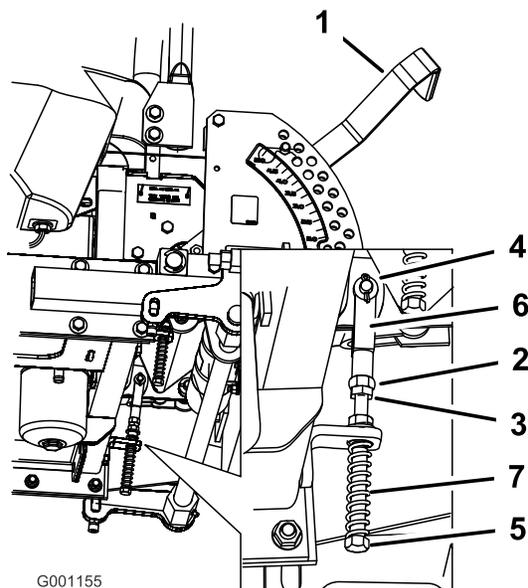

Figura 67
8. Si es necesario un ajuste, afloje la tuerca y la contratuerca contra la horquilla (Figura 67).
9. Aplique una ligera presión hacia atrás en la palanca de control de movimiento, y gire la cabeza del perno de ajuste en el sentido apropiado hasta que la palanca de control esté centrada en posición de BLOQUEO/PUNTO MUERTO (Figura 67).
10. Apriete la tuerca y la contratuerca (Figura 67).